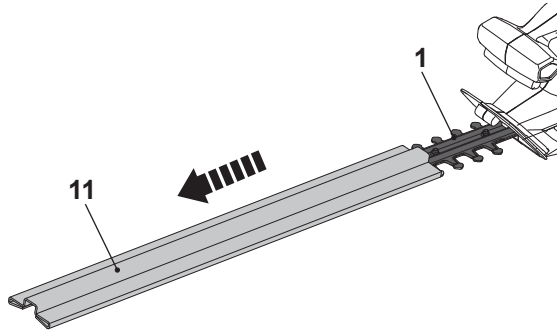

Fig. 1
1. Remova a cobertura da lâmina (11) do dispositivo de corte (lâmina) (1) antes da operação (Fig. 1).
2. Guarde a cobertura da lâmina (11) em segurança.